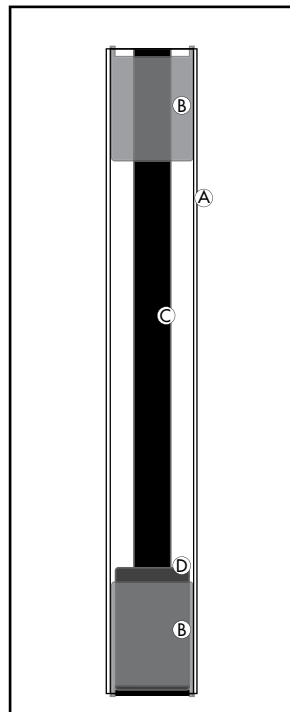

Figura 4
- 6.) Deslice la funda del poste de vinilo de 5"x5" (A) (incluyendo los entramados de plástico inferior y superior (B)) por encima del poste de acero (C) y del espaciador de plástico inferior (D) (Figura 4).